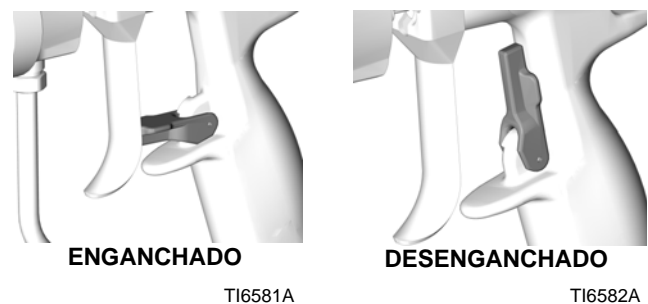

FIG. 13
1. Enganche el cierre del gatillo. Vea FIG. 13.
4. Desenganche el cierre del gatillo. Vea FIG. 13.
7. Enganche el cierre del gatillo. Vea FIG. 13.